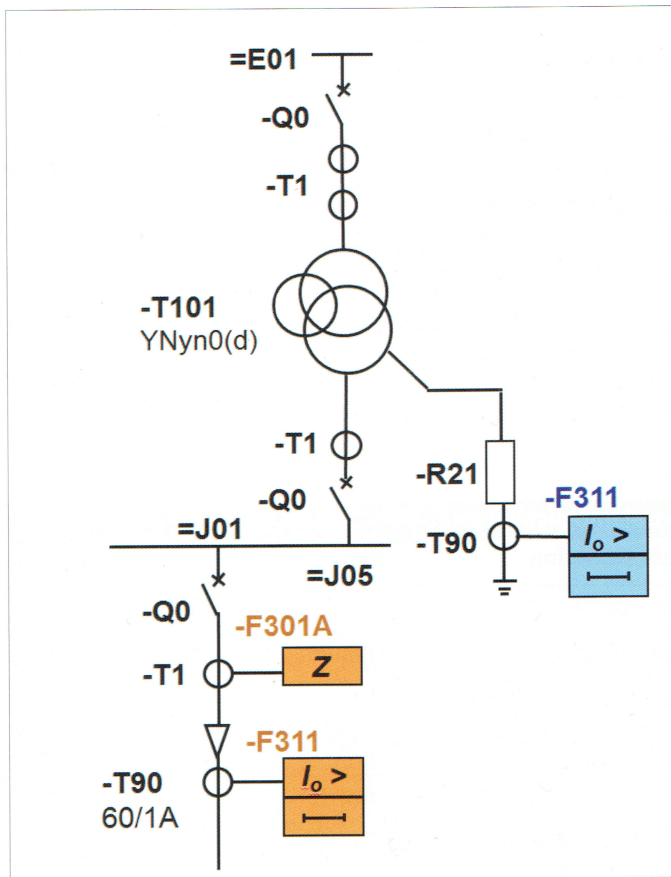

Bild 4: Io-t-Schutz bei (K)NOSPE
In niederohmig bzw. kurzzeitig niederohmig geerdeten Netzen (NOSPE bzw. KNOSPE) wird zur selektiven Erdschlusserfassung ein Nullstromzeitschutz verwandt. In Bild 4 löst bei einem einpoligen Leitungsfehler im Abgang =J01 der Leistungsschalter -Q0 durch das am Kabelumbauwandler -T90 angeschlossene Distanzrelais -F301 (bei vorhandener Nullstromfunktion) bzw. separaten Nullstromrelais -F311 aus. Beim Sammelschienenfehler kommt es zur Auslösung des Leistungsschalter -Q0 in der Transformatoreneinspeisung durch das an den am (K)NOSPE-Widerstand -R21 angeschlossenen Nullstromrelais -F311. Liegt der Fehler zwischen dem Transformator -T101 und dem Leistungsschalter -Q0 wird zeitverzögert auf den Ober-
Beim Versagen des Leitungsschutzes (z. B. in Bild 4 Distanzschutz -F301A bzw. des Leistungsschalters -Q0 muss der Transformatoreinspeiseschutz (im Bild nicht dargestellt) als Reserveschutz dienen. Auf Grund des großen primären Wandlernennstromes bzw. Überstromanreizeswertes ist besonders im Freileitungssystem eine Anregeverlässlichkeit schon bei Kurzschlüssen in wenigen Kilometern vom Umspannwerk entfernt nicht mehr gegeben. Durch zusätzlich zum Distanzrelais -F301A eingesetzten zwei- oder dreipoligen Überstromzeitschutz mit Wirkung auf den zugehörigen Leistungsschalter bzw. Rückgreifen auf die Transformatoreinspeisung kann ein Schalterversagerschutz sowie eine Anregeverlässlichkeit des Reserveschutzes für die gesamte Leitungslänge gesichert werden.